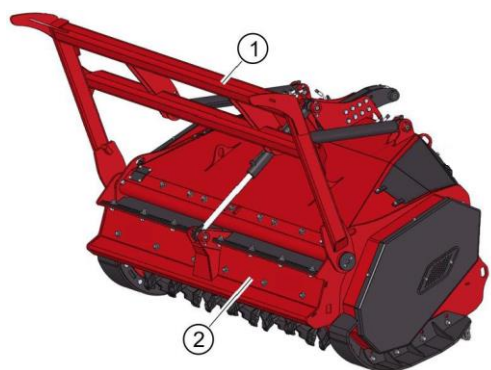

Рис. 16. Мульчирующая фреза с гидравлическим устройством прижима (опция)
Опциональное устройство прижима (1) (Рис. 16) поддерживает работу при сдвигающем движении. Опция доступна в виде жестко закрепленной или качающейся с помощью гидропривода системы. Жесткая версия отталкивает стоящие насаждения от машины. Гидравлическая версия может дополнительно прижимать к земле и пресовать кустарники и древесную растительность. С помощью опциональных, прикручиваемых зубцов устройство может перемещать лежащие насаждения в необ-